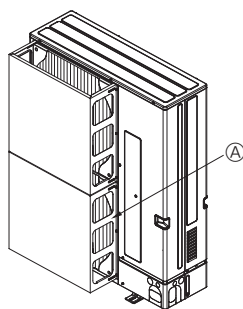
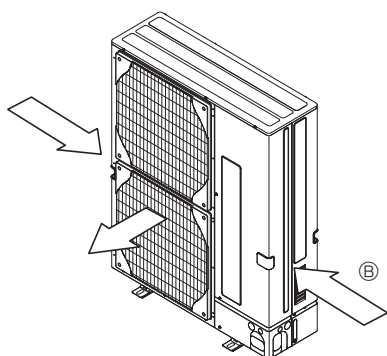

Fig. 2-4
Fig. 2-5
- ② Installeer een optionele luchtgeleider als het apparaat wordt geïnstalleerd op een plaats waar krachtige windstoten bij storm etc. rechtstreeks de luchtuitlaat kunnen binnendringen. (Fig. 2-4)
- ④ Luchtbeveiligingsgeleider
- ③ Plaats het apparaat indien mogelijk zo dat de luchtuitlaat in dezelfde richting blaast als de seizoenswinden. (Fig. 2-5)
- ⑤ Windrichting